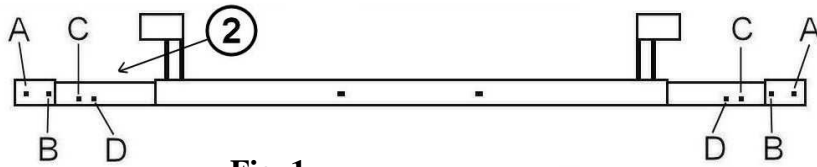

Fig. 1
Les tiges de vérins d'extension sont à brocher (fig. 1) :
ATTENTION : avec les ELEMENTS STANDARDS NC NG Plus, le semoir ne doit pas se rétracter complètement. Il faut donc limiter la fermeture du châssis en plaçant les 2 broches butées ② (fig. 1) :
The extending cylinders are to be fixed with pins (fig. 1) :
IMPORTANT: With the standard NC – NG Plus metering units, the planter should not be completely retracted. The closing of the frame must be limited by placing the 2 stop pins ② (fig. 1) :
Die Ausschubzylinder sind mit dem Bolzen (Fig. 1) gesichert :
ACHTUNG: Mit den Standardelemente NC-NG Plus sollte der Rahmen nicht komplett eingefahren werden. Das Einziehen des Rahmens wird begrenzt mit 2 Bolzen ② (fig. 1) :